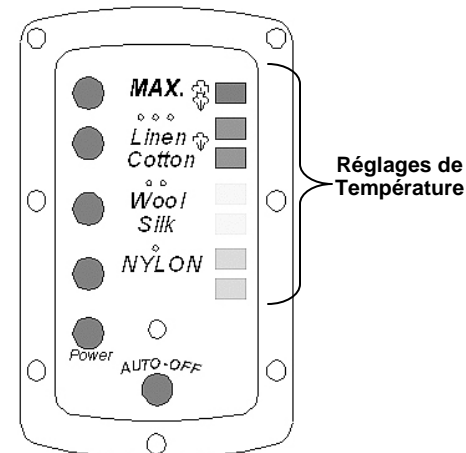

Fig. 5
4. Le voyant à droite de l'affichage DEL cesse de clignoter lorsque la température désirée est atteinte. (Fig. 5)